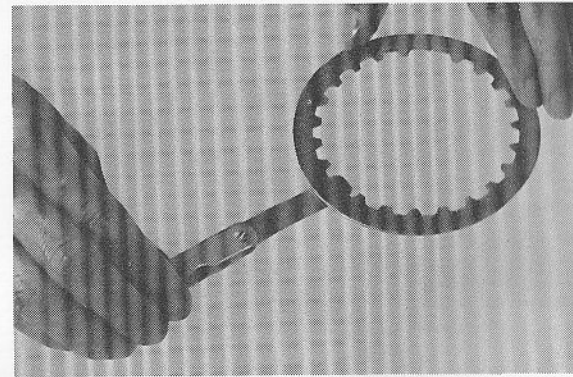

Fig. 3-3-23
3. Check each clutch plate for signs of heat damage and warpage. Place on surface plate (plate glass is acceptable) and use feeler gauge as illustrated. If warpage exceeds tolerance, replace. (Fig. 3-3-23)
3. Vérifier chaque disque d'embrayage pour les signes de gauchissement et de déformation thermique. Placer sur une surface plane (plaque de verre convenant bien) et utiliser un jeu de cale comme il est illustré. Si le gauchissement dépassent les tolérances, remplacer. (Fig. 3-3-23)